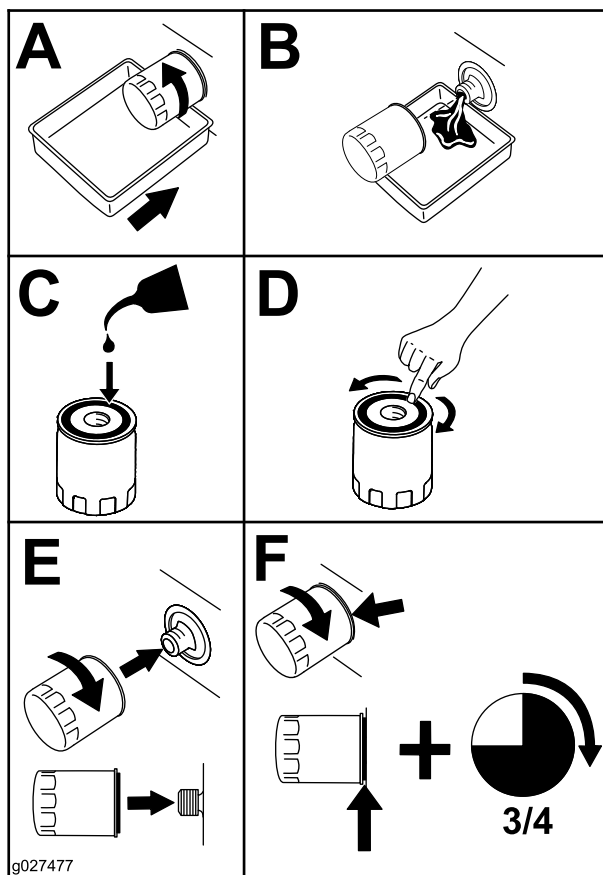

Figura 44
5. Sustituya el filtro de aceite del motor como se muestra en la Figura 44.